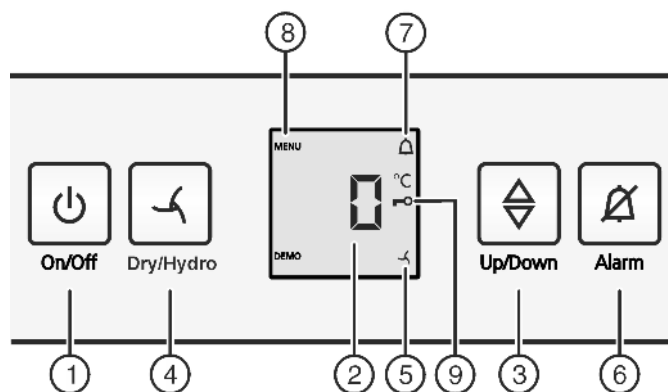

Fig. 2
- ▶ Stiskněte tlačítko On/Off Fig. 2 (1).
- ▶ Zapnutí seřizovacího režimu: Stiskněte tlačítko Dry/Hydro Fig. 2 (4) asi na 6 sekund.
- ▷ Symbol Menu Fig. 2 (8) svítí.
- ▶ Pro potvrzení krátce stiskněte tlačítko Dry/Hydro Fig. 2 (4).
- ▶ Pro zapnutí dětské pojistky krátce stiskněte tlačítko Dry/Hydro Fig. 2 (4).
- ▷ Symbol dětské pojistky Fig. 2 (9) svítí. Na displeji bliká **c**.
- ▶ Pro vypnutí dětské pojistky krátce stiskněte tlačítko Dry/Hydro Fig. 2 (4).
- ▷ Symbol dětské pojistky Fig. 2 (9) zhasne. Na displeji bliká **c**.
- ▶ Ukončení seřizovacího režimu: Stiskněte tlačítko On/Off Fig. 2 (1).
- ▶ Stiskněte tlačítko Alarm Fig. 2 (6).